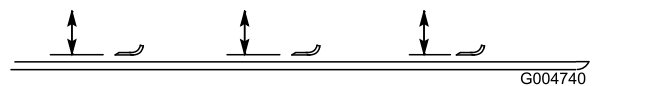

Figure 89
2. Tournez la lame dans le sens longitudinal et mesurez la distance entre l'intérieur du plateau de coupe et le tranchant à l'avant de la lame (Figure 89).